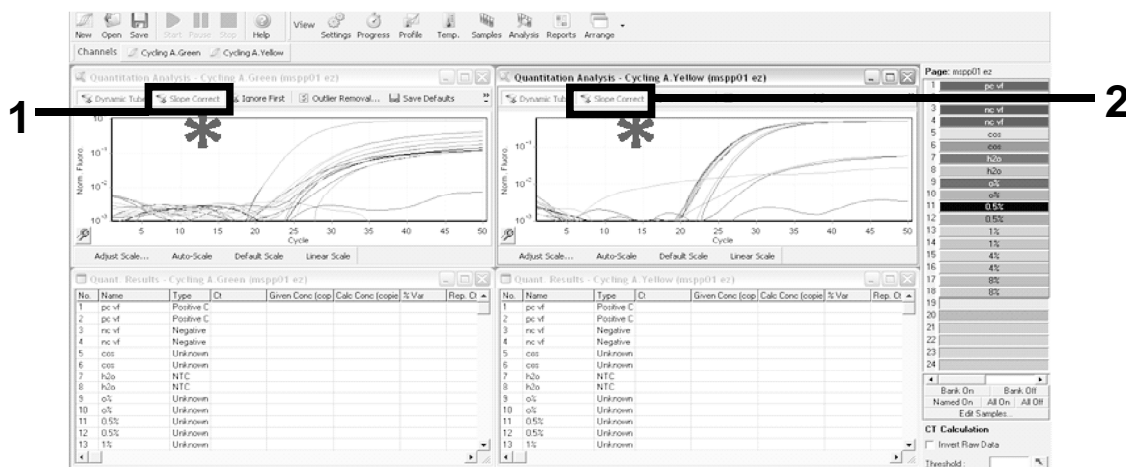

Ilustración 10. Ajuste “Slope Correct” (Pendiente correcta).
19. Aparece una nueva ventana (ilustración 10). Haga clic en “Slope Correct” (Pendiente correcta) en ambos paneles, tal como se indica en la ilustración 10.